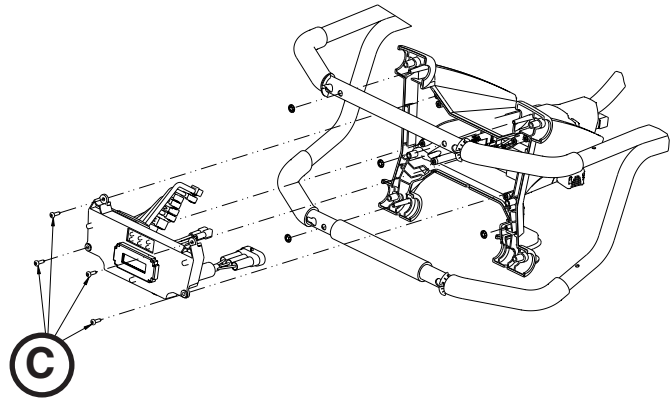

Figure 63
5. A l'aide d'un tournevis Torx T20, retirer les quatre vis delta (C) qui maintiennent le boîtier électronique dans le coffret du côté pieds et retirer le boîtier électronique (Figure 63). Conservez toutes les pièces pour les réinstaller.